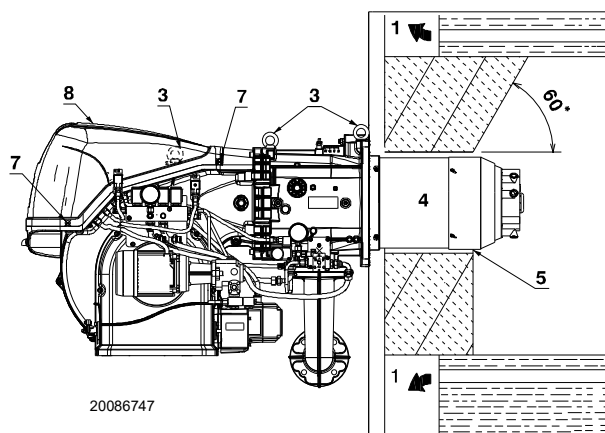

Fig. 15
Para calderas con paso de humos delantero 1)(Fig. 15) o con cámara de inversión de llama, colocar una protección de material refractario 5) entre el refractario de la caldera 2) y el tubo llama 4).
En calderas con frontal refrigerado por agua, no es necesario el revestimiento refractario 2)-5)(Fig. 15), salvo que lo indique expresamente el fabricante de la caldera.
Preparar un sistema de elevación adecuado enganchándose con los anillos 3)(Fig. 15), después de haber quitado los tornillos 7) de fijación de la tapa 8).
- Introducir la protección térmica suministrada en el tubo llama 4)(Fig. 15).